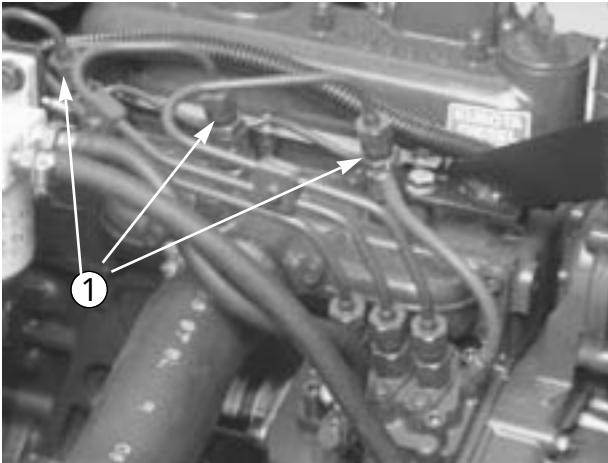

図 52
1. No.1 ノズル&ホルダ・アセンブリ (図52) のパイプ接続部をゆるめる。